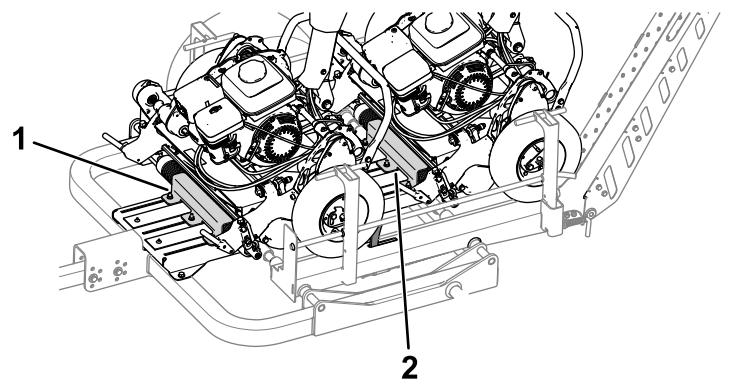

**Figure 30**
1. Utilisez les rampes ou glissières plates pour conduire la machine lentement sur la remorque jusqu'à ce que le rouleau avant s'engage dans le support de rouleau (Figure 30).
4. Levez les rampes et engagez les goupilles de verrouillage (Figure 30).